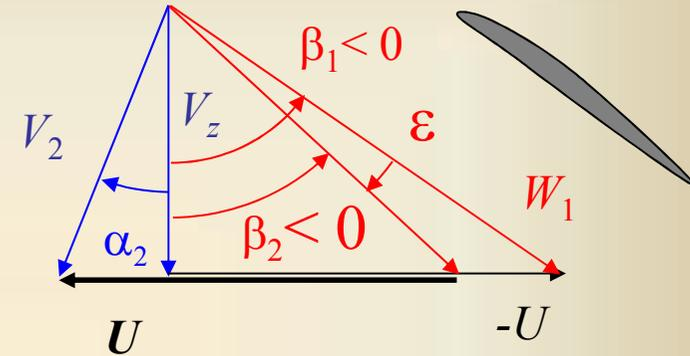

Fig.2.2:  $\tan \beta_1 = \tan \alpha_1 - U / V_z$
**Solución:** En el supuesto de corriente incidente axial pura y uniforme, (Fig. 2.2):